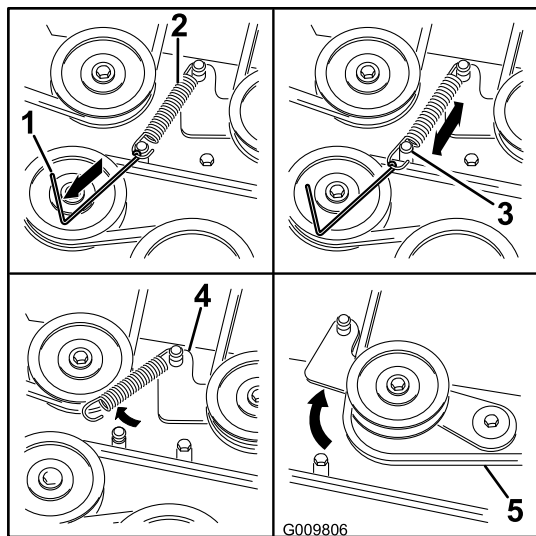

Bild 73
8. Entfernen Sie die Spanscheibenfeder mit einem Werkzeug zur Federentfernung (Toro-Bestellnummer 92-5771) von der Mähwerkstrebe, um die Spannung von der Spanscheibe zu nehmen (Bild 73).
11. Verlegen Sie den neuen Riemen um die Mähwerk- und Bremsspannscheiben unter dem Motor (Bild 73).
12. Setzen Sie die Spannscheibenfeder mit einem Werkzeug zur Federentfernung (Toro-Bestellnummer 92-5771) auf die Mähwerkstrebe, um die Spannscheibe und den Mähwerkriemen zu spannen (Bild 73).